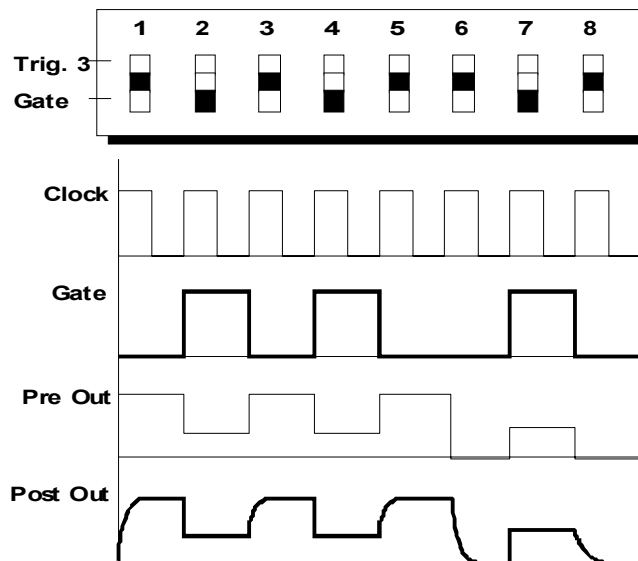

Abb. 2: zur Glide-Funktion
Falls für den momentan aktiven Step (z.B. Step 3) der **Slew Limiter aktiviert** ist (**Steuersignal mit Pegel "low"** liegt an der Buchse **Glide Ctrl.** ③ an), erfolgt die Steuerspannungsänderung am Ausgang **Post Out** ③ vom vorher aktiven Step (hier: Step 2) nicht sprunghaft, sondern gleitet entsprechend der eingestellten Gleitzeit auf den Spannungswert, den Sie für diesen Step eingestellt haben (s. Abb. 2).
Falls Sie die Gate-Spur dem Eingang **Glide Ctrl.** ③ zuführen, können Sie (ähnlich wie bei der ROLAND TB 303) die **Glide-Funktion für jeden Step definiert an- und ausschalten** (s. Abb. 2).